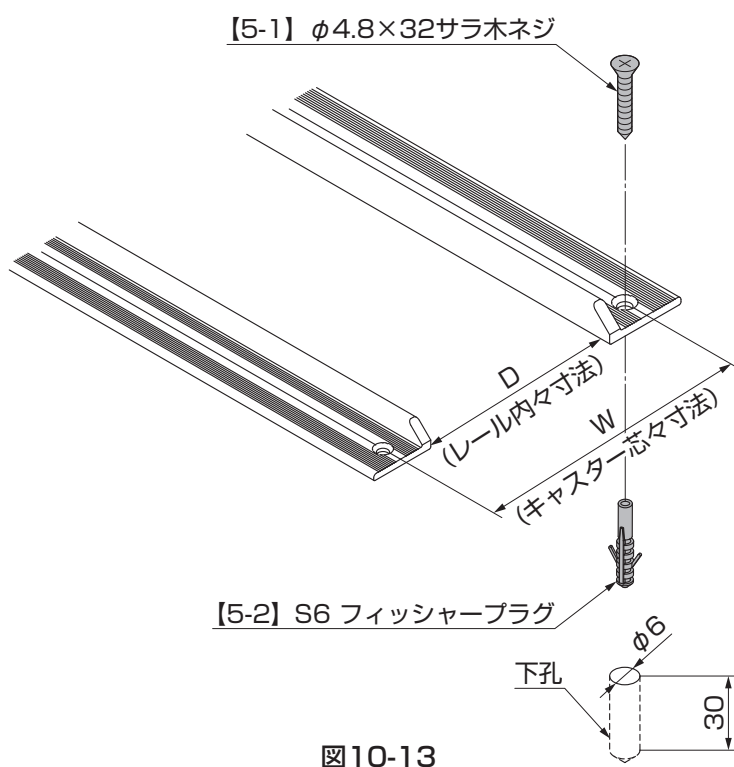

図10-13
①図10-13を参照して、サイドレールの孔に合わせて地盤に下孔φ6深さ30以上の孔をあけてください。（図10-13参照）
②【5-2】を圧入し、【5-1】でネジ止めしてください。（図10-13参照）